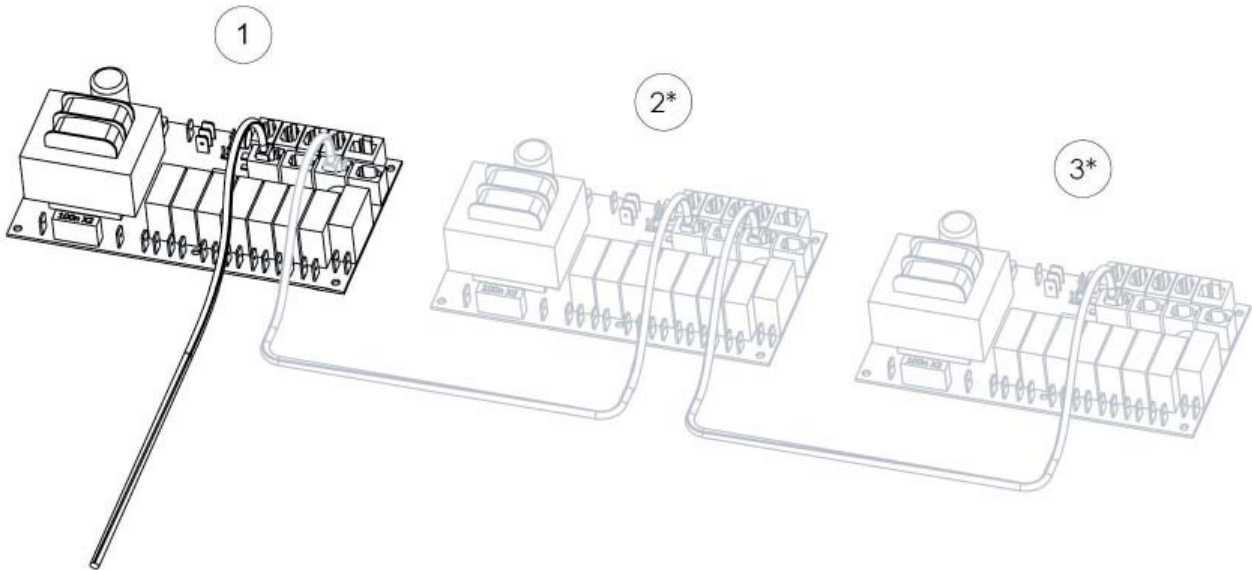
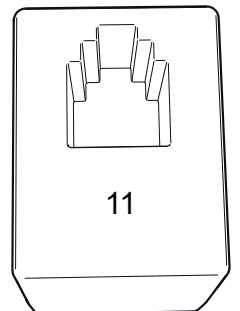

Abb. 16
Abb. 17
Weitere Informationen zum Anschließen des Temperatursensors usw. an das Bedienpanel über Schnellanschlüsse finden Sie im Überblick über die Leiterplatte (Abb. 17).
Die Verbindungen zwischen den Erzeugern erfolgt über ein Niederspannungskabel (4-adrig) und einen RJ10-Stecker, (Abb. 16.) Weitere Informationen zur Anschlussbelegung finden Sie im Abschnitt „Beschreibung des Modularsteckers“ (Abb. 17).
Während der Wartung eines Dampferzeugers können die anderen in Betrieb bleiben. Ein als Sekundärerzeuger eingerichteter Dampferzeuger wird abgeschaltet, indem das Kabel von den Leiterplatten abgezogen wird. (Abb. 16)
2. Ziehen Sie das Kabel ab, das die Leiterplatten verbindet (Abb. 16).